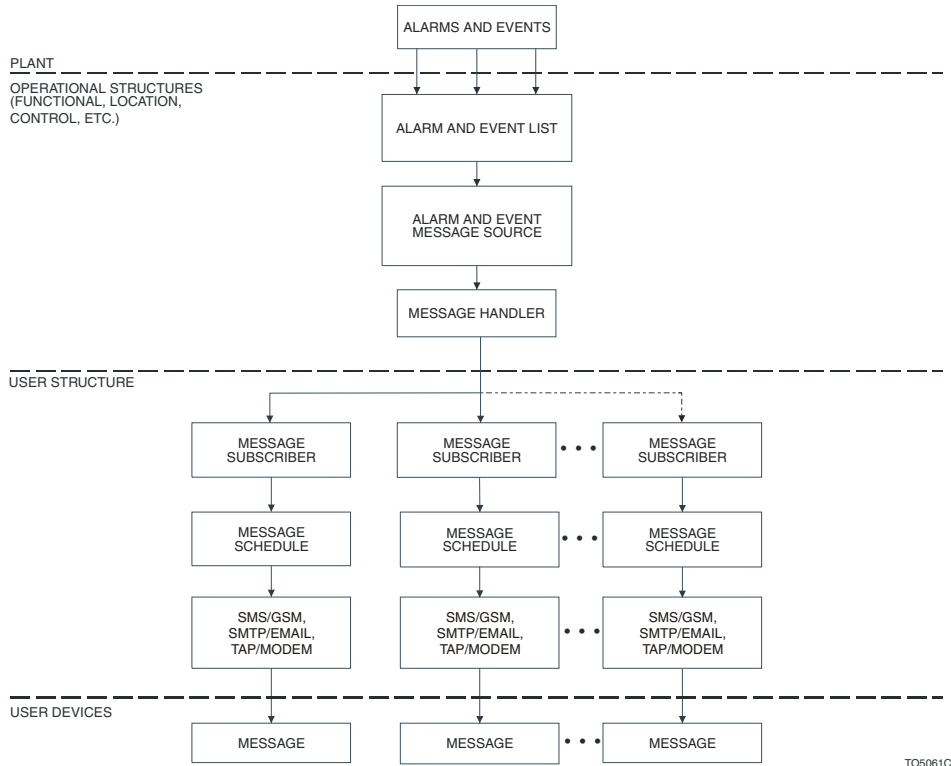

Abbildung 170. Blockdiagramm
- TAP/Modem - verwendet das Telocator Alphanumeric Protocol (TAP), um eine Nachricht basierend auf eine Alarm- oder Ereignisinformation an den Central Paging Terminal des Pager-Diensteanbieters über eine Telefonleitung zu senden. Das Central Paging Terminal sendet die Nachricht an kompatible Geräte von Benutzern, die für deren Erhalt konfiguriert sind. Ein Blockdiagramm von SMS- und E-Mail-Messaging ist in Abbildung 170 zu